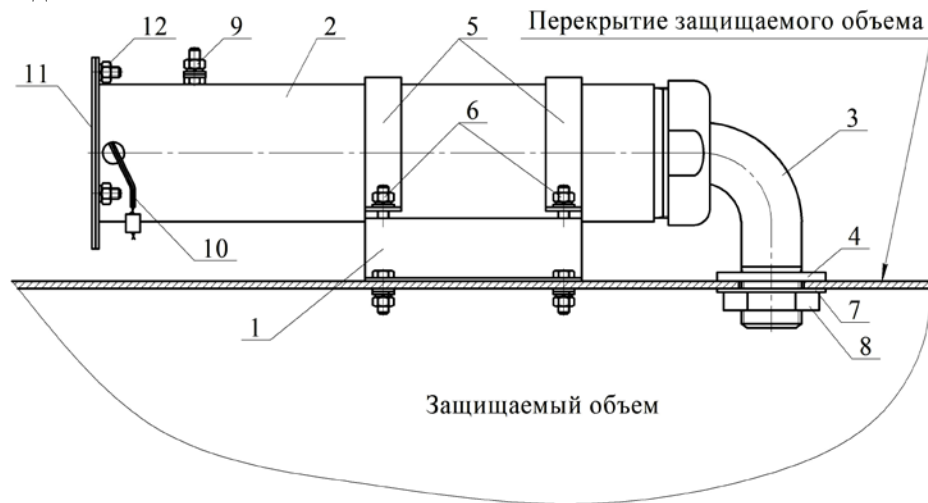

Рисунок 3
- извлечь из кронштейна **1** (см. рисунок 3), скрутив гайки **5**, **8**, снять с ГППТ крышку **11**, отсоединить пусковой кабель и перенести генератор в комнату сборки;
6.3.1.1 На кронштейн **1** (см. рисунок 3) установить ГППТ **2** таким образом, чтобы угловой патрубок **3** вошел в отверстие перекрытия защищаемого объема с предварительно затянутой до упора резьбовой шайбой **4** вошел в отверстие перекрытия защищаемого объема, при этом резьбовая шайба **4**